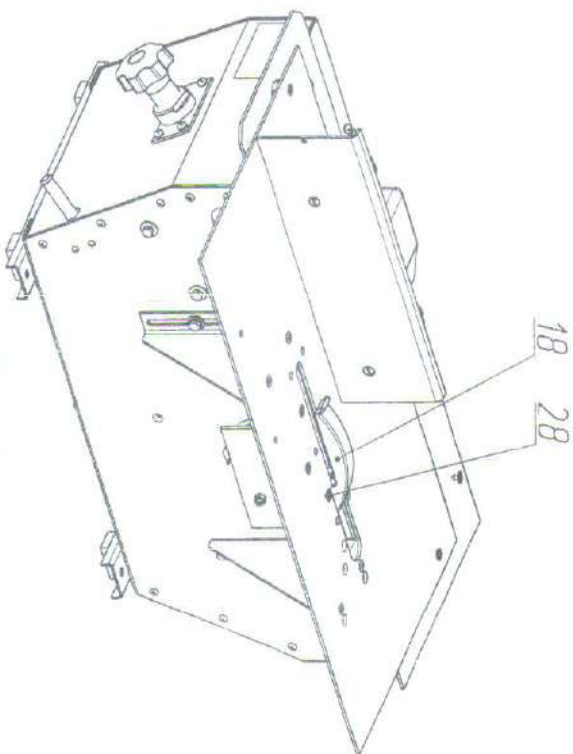

Рисунок 6
### Фрезерование пазов (Рисунок 6)
- при помощи винтов **28** закрепите на плите **8** приспособление защитное **18** (**Рисунок 6**);